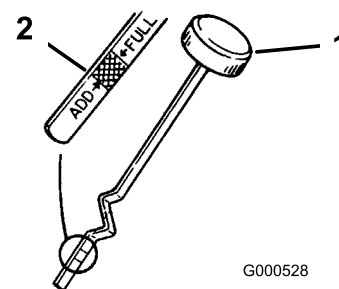

Bild 35
3. Schrauben Sie den Ölpeilstab heraus und wischen Sie das Metallende ab (Bild 35).